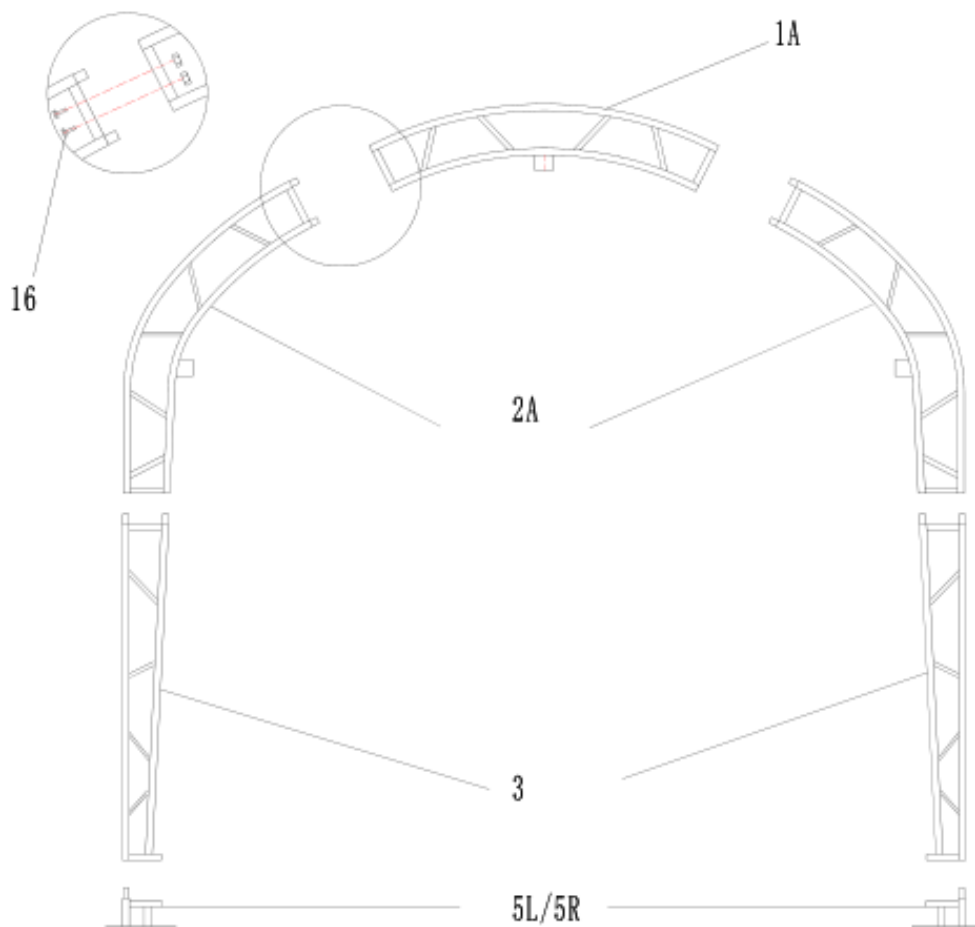

Bild 3
1. På bild 3 installeras takets böjda rör för fram- och bakdörren (1A), bak- och framdörrarnas axelrör (2A) samt vertikala röret (3) med M12x30 bultar (16). Placera bågen i hörnbottenplattornas rör (5R och 5L). Installera alla bågar en för en.
2. Fäst takstolarna (4) i bågen med M12x30-bultar (16).